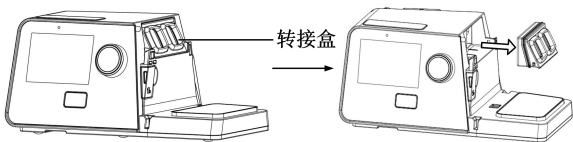

图 8-3
(1) **拆下转接盒：**将水罐从呼吸机取下后，将转接盒从呼吸机上拆下来，如图 8-3 所示：